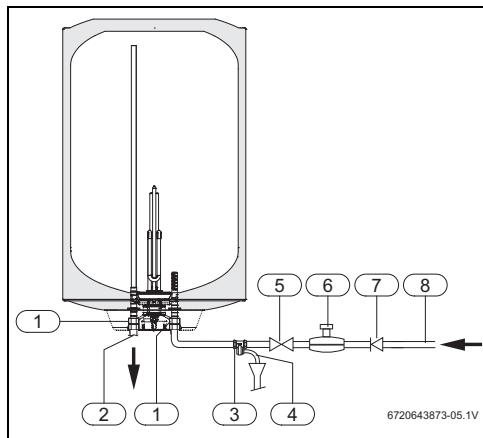

Fig. 13 Raccord d'eau (ES150/200)
- ▶ Monter la soupape de sécurité sur le raccordement d'eau froide du ballon d'eau chaude sanitaire (fig. 13, 14).
- Fermer la vanne d'arrêt de l'eau (→ fig. 13, 14).